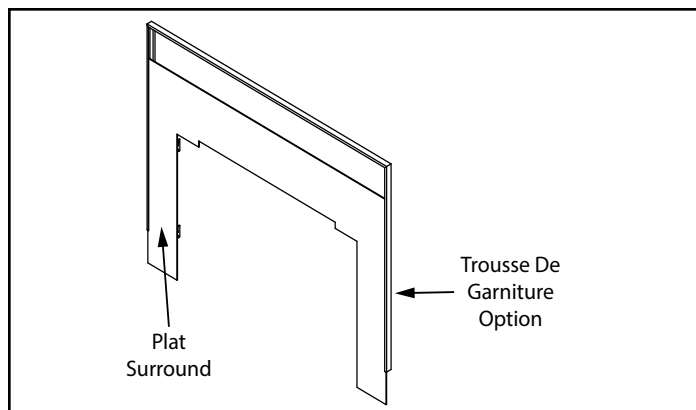

Figure 20.3
3. Faites glisser la garniture sur l'encadrement mat comme indiqué à la **Figure 20.3**.